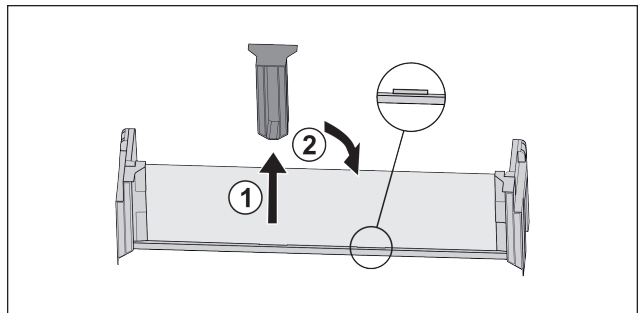

Fig. 124
- ▶ Витягнути середню деталь для підтримки Fig. 124 (1).
- ▶ Вставити середню деталь для підтримки на друге положення Fig. 124 (2).